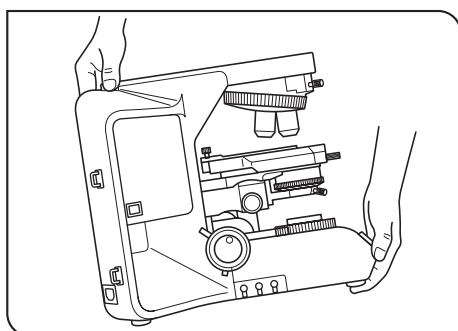

Рис. 2
(Рис. 2)
3. Перемещая микроскоп, снимите тубус и образец, и переносите микроскоп осторожно, держась за захватную часть в задней части консоли и за переднюю часть основания, как показано на рис. 2.